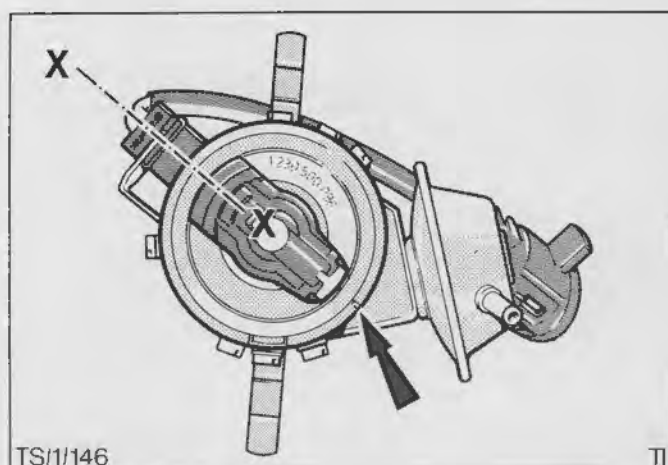

Fig.69. Roterens stilling efter montering (Bosch strømfordeler er vist)
62. Kontroller, om motoren står med 1. cylinder i øverste dødpunkt og monter strømfordeleren, så rotoren står ud for mærket for cylinder nr. 1, Fig.69.